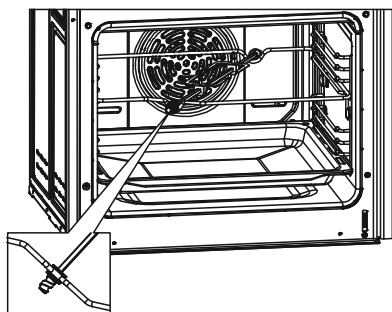

Рис. 6
4. Вставьте вертел в отверстие в стене рабочей камеры печи. Поместите вертел с продуктами в корпус роторного двигателя камеры печи (рисунок 6). Оба конца вертела ротационного гриля расположите на кронштейне.